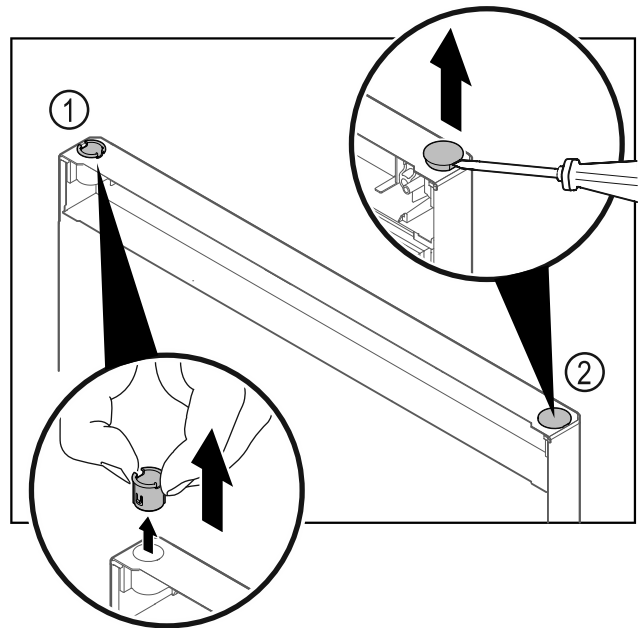

Fig. 7
- Scharnierbuchse Fig. 7 (1) mit den Fingern herausziehen.
- Abdeckstopfen Fig. 7 (2) vorsichtig mit einem Schlitzschraubendreher anheben und herausziehen.